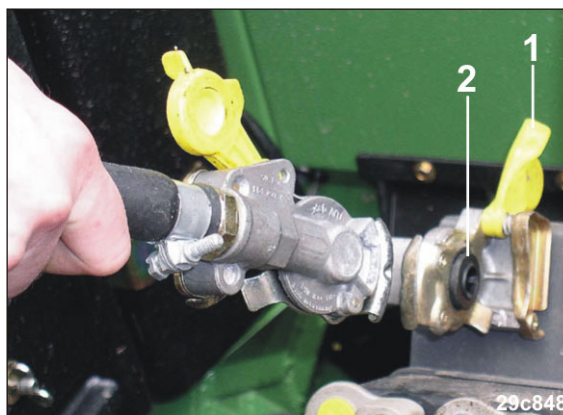

Fig. 134
2. Ouvrir le couvercle (Fig. 134/1) des têtes d'accouplement sur le tracteur.
5. Fixer la tête d'accouplement de la conduite de frein (jaune) de manière appropriée dans l'accouplement jaune (Fig. 134/2) sur le tracteur.